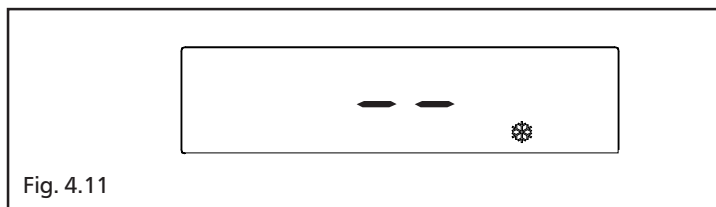

Fig. 4.11
- Antigelo (fig. 4.11): quando la temperatura dell'acqua di caldaia scende al di sotto dei valori di sicurezza si attiva il circolatore e il bruciatore alla minima potenza per riportare la temperatura dell'acqua a valori di sicurezza (35 °C). Sul display si illumina il simbolo ❄️.